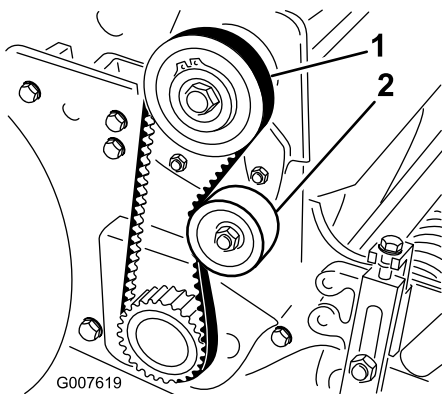

Figura 35
2. Controllate la tensione premendo la cinghia al centro tra le pulegge (Figura 35) con una forza di 18-22 N. La cinghia deve flettersi di 6 mm.
verso il retro della cinghia, fino a ottenere la tensione desiderata (Figura 35).